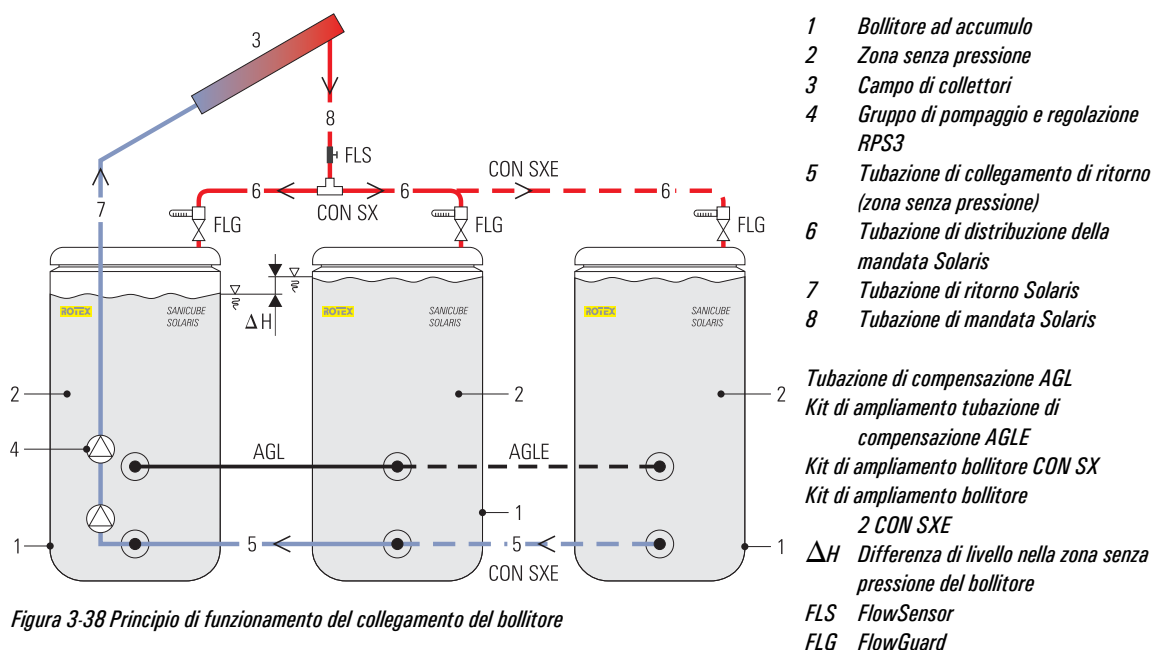

Figura 3-38 Principio di funzionamento del collegamento del bollitore
Con il kit di ampliamento bollitore Solaris CON SX (🛒 16 01 07) è possibile combinare per ogni Gruppo di pompaggio e regolazione RPS3 2 bollitori ad accumulo utilizzabili per impianti Solaris (Figura 3-38). È possibile combinare un massimo di 3 bollitori ad accumulo in una batteria di bollitori (kit di ampliamento bollitore Solaris 2 per un 3° bollitore ad accumulo - CON SXE (🛒 16 01 11).
La ROTEX FlowGuard FLG (🛒 16 41 02) disponibile come opzione assicura un riempimento uniforme dei due bollitori ad accumulo combinati. Per ogni bollitore va integrata una FlowGuard. Il FlowSensor viene integrato nella mandata comune (Figura 3-38).
- Il ritorno solare viene prelevato dalla zona solare dei bollitori ad accumulo combinati tramite la tubazione di collegamento del ritorno (Figura 3-38, voce 5).
- Il ritorno comune viene pompato verso il campo di collettori tramite il (Gruppo di pompaggio e regolazione RPS3 Figura 3-38, voce 4).
- L'acqua si riscalda nel campo di collettori e, tramite la tubazione di distribuzione della mandata (Figura 3-38, Pos. 6) viene convogliata come mandata solare nei bollitori ad accumulo.
Dal momento che, nonostante la compensazione per mezzo delle valvole a farfalla FlowGuard (FLG), la portata dell'acqua che circola nel sistema solare può essere diversa al momento dell'aspirazione e del convogliamento (Figura 3-38, differenza di livello " ΔH "), è possibile che in assenza di una tubazione di compensazione uno dei due bollitori ad accumulo "trabocchi". Montando la tubazione di compensazione AGL (🛒 16 01 08) si impedisce che il livello del liquido salga eccessivamente in uno dei bollitori ad accumulo.